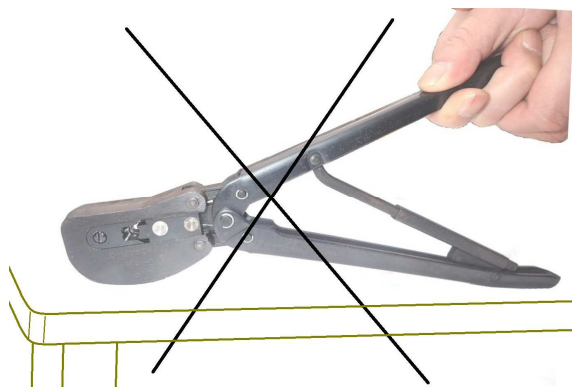

図8 Fig. 8
- ・ハンドルに体重をかけて使用。図8
- Don't apply weight to a handle. Fig.8